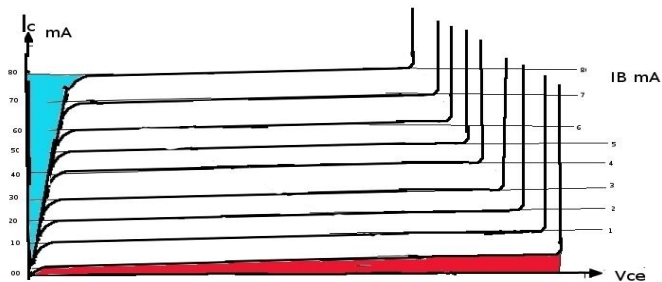

Figura 4: Família de curvas características de um transistor
- Para cada corrente aplicada na base obtém-se um curva característica diferente da corrente do coletor I_C em função da diferença de potencial entre o coletor e o emissor V_{CE} . Uma família de curvas deste tipo é mostrada na figura 4.